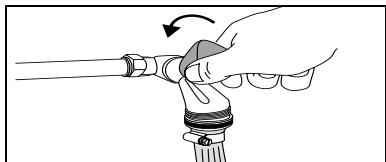

Fig. 14 Aprire il rubinetto dell'acqua e riempire l'impianto di riscaldamento
- Aprire con attenzione il rubinetto dell'acqua e riempire lentamente l'impianto di riscaldamento (fig. 14).